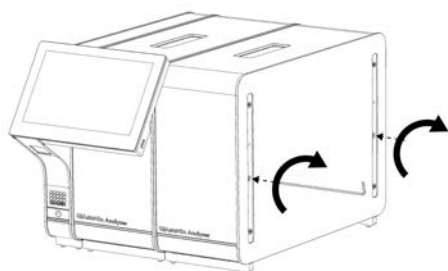

Figura 16. Alinhando e anexando o Módulo analítico adicional.
4. Alinhe o Módulo analítico adicional com o Módulo analítico existente. Aperte os parafusos com a ferramenta de montagem dos módulos analítico e operacional fornecida com o QIAstat-Dx Analyzer 1.0 (Figura 16).